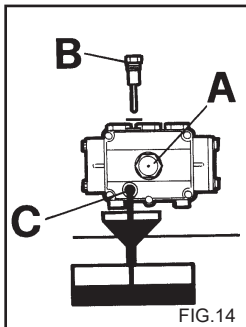

FIG.14
- 1) Skruva ur dränerings-pluggen som är placerad under pumpen (fig. 14 C).
- 2) Skruva ur locket med oljesticken (fig. 14).